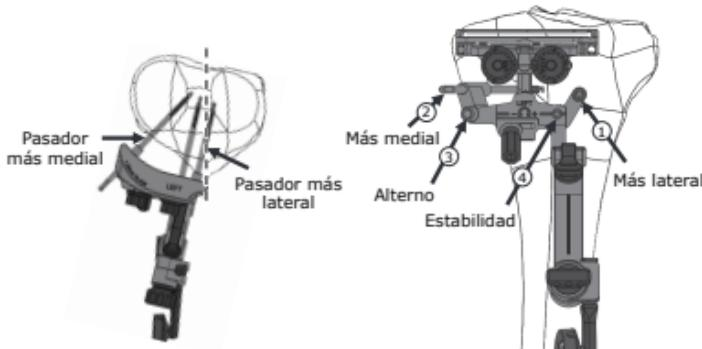

Figura 4: Fijación de la guía de corte y colocación del pasador
Para instalar la Guía de corte de tibia ajustable, asegúrese de que todos los diales están en la posición 0 para permitir el intervalo de ajuste completo. La ranura de corte debe estar alineada con la resección anticipada. Coloque la Base de fijación de tibia con el pasador más lateral sobre la tuberosidad de la tibia o medial a esta, como se muestra en la Figura 4. De forma opcional, los siguientes instrumentos de alineación manual son compatibles para el uso con la Guía de corte de tibia ajustable. Consulte las instrucciones de uso en la guía de técnica quirúrgica correspondiente.
Una vez establecida la alineación, asegúrese de que las ubicaciones de los pasadores se encuentran dentro de la incisión. Coloque la guía de pasador más lateral de la Base de fijación en la tuberosidad tibial medial del tendón rotuliano subluxado y asegúrese de que la guía de pasador más medial de la Base de fijación esté dentro de la herida. Coloque primero el pasador más lateral (1), seguido del pasador más medial (2), como se muestra en la figura anterior, asegurándose de que el pasador quede bien sujeto al hueso. Para pacientes pequeños, existe una colocación alternativa del pasador medial (3), como se muestra en la Figura 4. Si se desea más estabilidad, se puede colocar un tercer pasador (4).